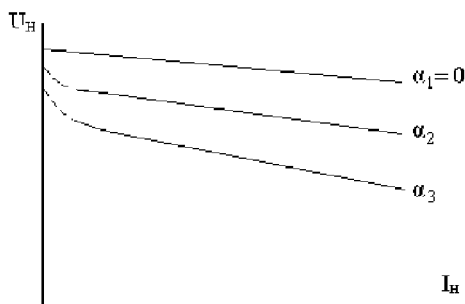

Рисунок 4.26 - Внешние характеристики
- б) внешние характеристики, которые определяют зависимость выпрямленного напряжения от выпрямленного тока при фиксированных значениях угла α (рисунок 4.26).